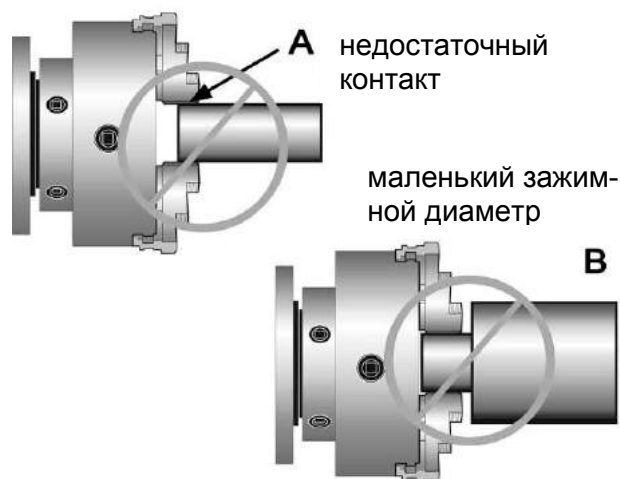

Рис.26
- Избегайте короткого контакта зажимаемой заготовки в кулачках (Рис.26, А) или зажим за незначительный диаметр массивной заготовки (Рис.26, В). Используйте торец заготовки как дополнительную опору.